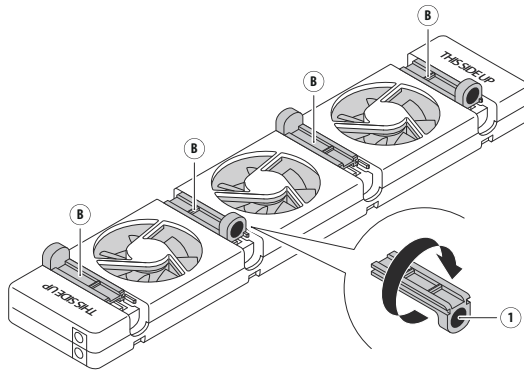

Fig. 5 - Repositionnement des aimants réglables dans le **SpeedComfort** (A).
1. Tournez les **aimants réglables** (B) de manière à ce que l'**aimant** (1) soit au-dessus (voir fig. 5). Retirez le petit bloc situé à l'opposé des aimants réglables dans le boîtier. Veuillez éliminer le petit bloc comme un déchet plastique.
2. Régler les **aimants réglables** (B) à la bonne largeur.
3. Répétez les étapes 1 à 7 comme pour le radiateur large. Utilisez les **aimants réglables** (B) pour suspendre le **SpeedComfort** (A) entre les plaques (voir fig. 5 et 6). Vous pouvez aligner le **SpeedComfort** sur l'avant du radiateur.